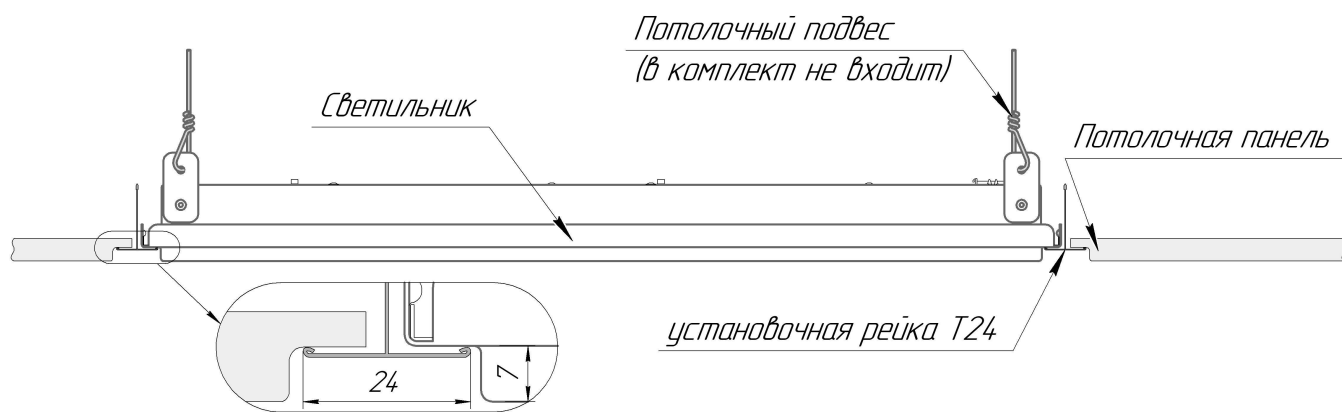

Рисунок 2 - Схема установки светильника ДВО12 TG24
5.6 Установите светильник в потолок таким же образом как и потолочные панели (см. рис. 2).